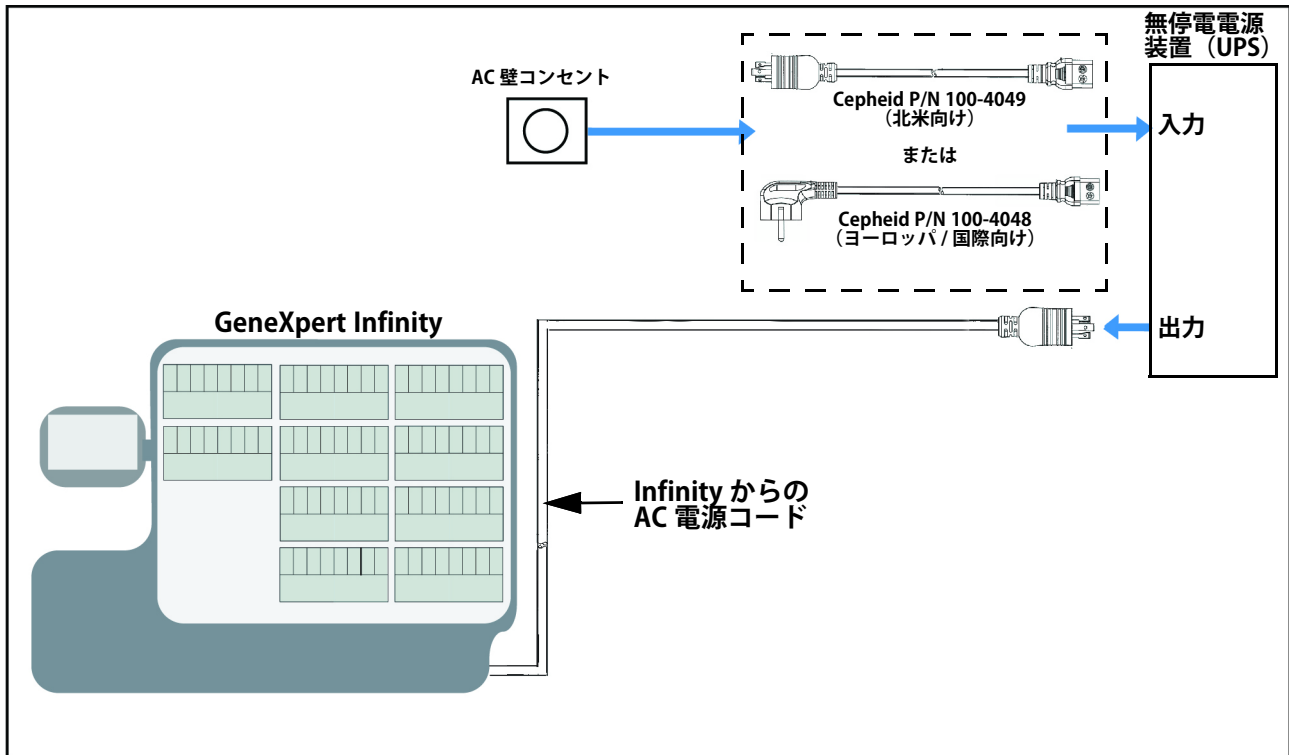

図 10-2. Cepheid の付属 UPS ケーブルを使用した UPS 接続
1. GeneXpert Infinity system に示すように、UPS の出力にプラグを差し込みます。図 10-2 を参照。
2. 付属の Cepheid P/N 100-4049 ケーブルを使用して、以下に示すように、UPS 入力を適切に接地された 20 アンペアの壁コンセントに差し込みます。図 10-2 を参照。
2. 付属の Cepheid P/N 100-4048 ケーブルを使用して、以下に示すように UPS の入力を適切に接地された 20 アンペアの壁コンセントに差し込みます。図 10-2 を参照。